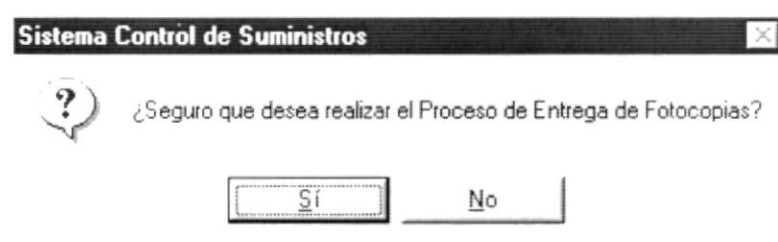

Figura 9.44 Mensaje de Confirmación
3. Si todo esta correcto presione el botón  Para que el sistema registre la entrega. Responda la pregunta de la **Figura 9.44** para que el sistema actualice los registros.